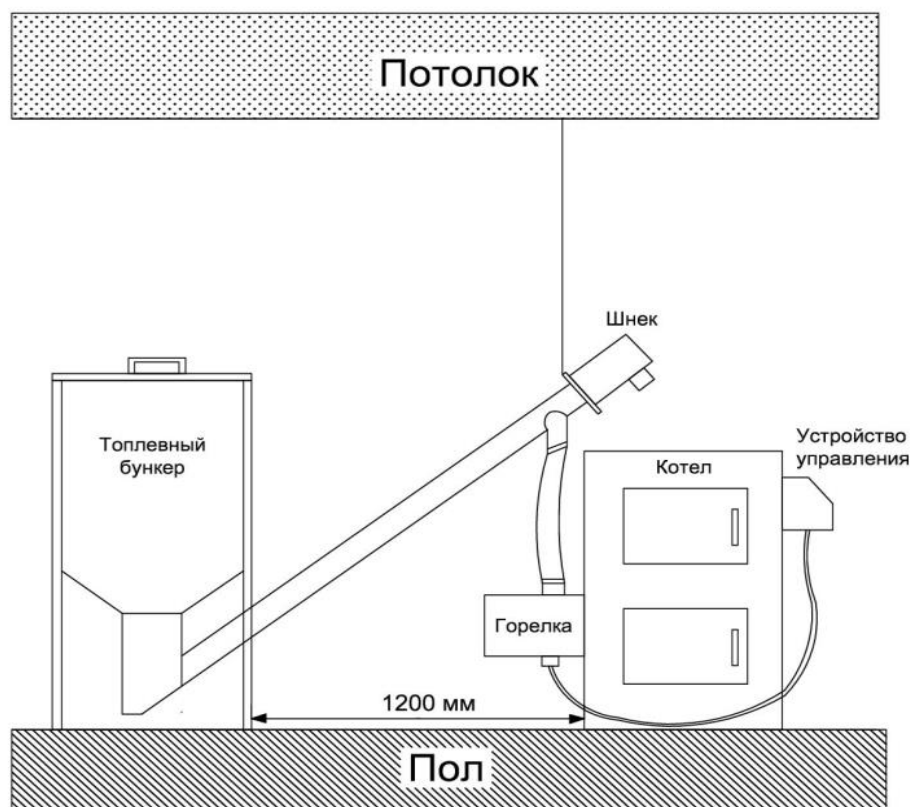

Рис.4 – Схема установки горелки и устройства подачи
5.3 Установить шнековый питатель в нижней части бункера, как показано на Рис.4. Зафиксируйте трубу питателя, удобным для Вас способом, под углом 30-45°